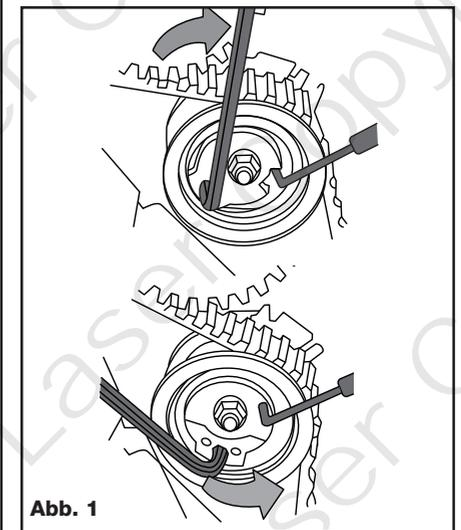

Abb. 1
**B** dient zur Einstellung der Spannrolle des Nockenwellenzahnriemens und **A** dient zur Arretierung des Spanners in zurückgezogener Stellung, um das Entfernen und Montieren des Riemens einfacher zu machen. Siehe Abb. 1.